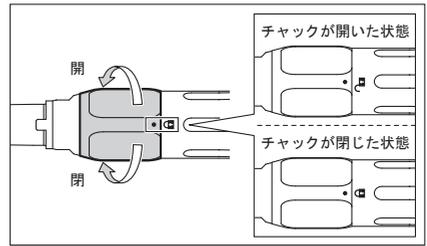

図 5
- 1) チャック開閉リングを"の方向に「カチッ」と音がするまで回します（図5）。
**警告** ・切削バーを固定した後、●印と"印があることを確認してください（図5）。●印と"印がずれた位置で回転させるとハンドピースが発熱し、火傷をすることがあります。